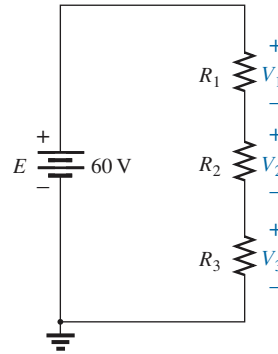

FIG. A4.116
*33. Determine el voltaje que pasa a través de cada resistor en la figura A4.116 si $R_1 = 2R_3$ y $R_2 = 7R_3$.